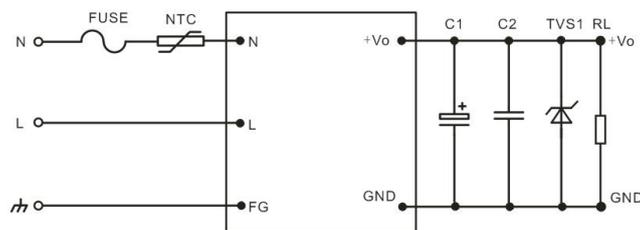
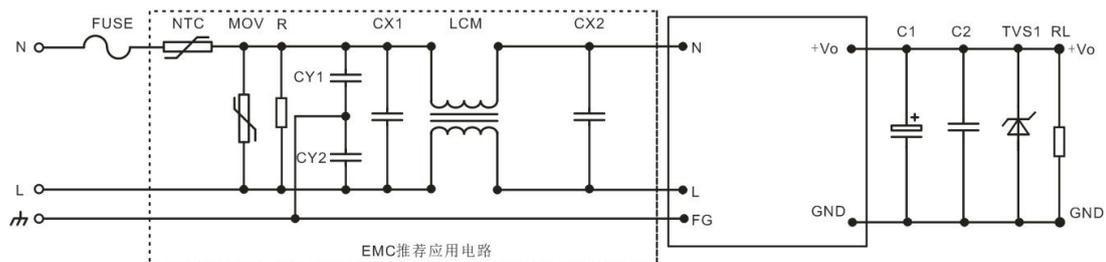

图 1
图 2
- 6、客户的一般应用, 要求用图1推荐电路, 如果有EMC需求, 推荐客户用图2电路。图2具体推荐值如下: